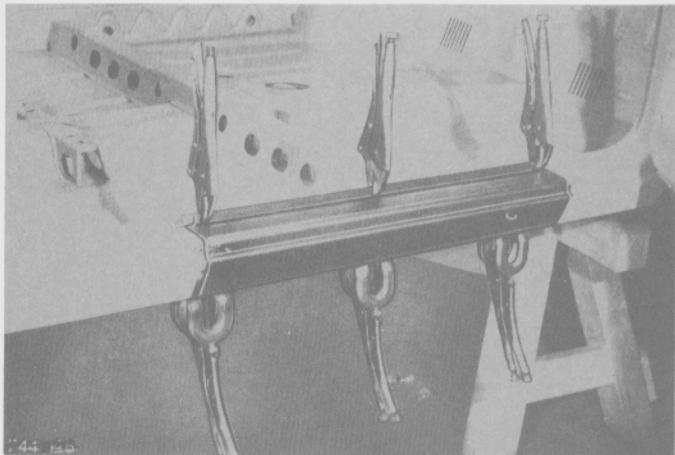

Fig. 192
- Montar la nueva sección del zócalo y sujetarla con pinzas (Fig. 192).